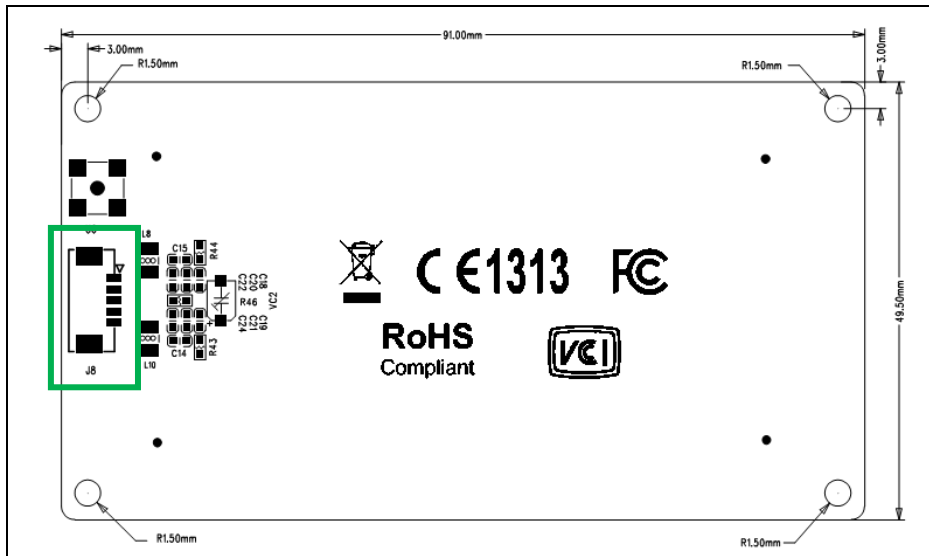

图2 : ACM1252U-Y 的天线板
2. 将天线连接线与 ACM1252U-Y7 天线板的 **J8** 连接在一起。（参考图 2）。